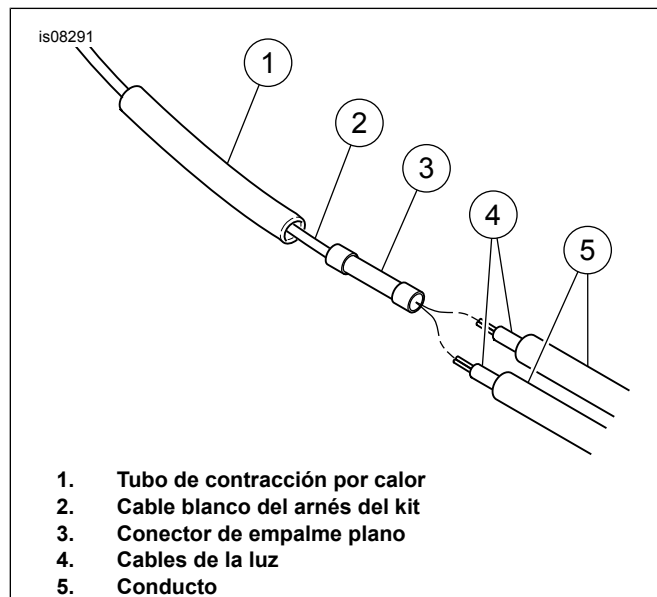

Figura 9. Conexión de los cables de la luz al arnés del kit
20. Vea Figura 9 y el Manual de servicio. Deslice el tubo de contracción por calor (1) sobre el cable blanco del arnés del kit (2) y engarce el conector eléctrico (3) al cable con una herramienta para engarzar (H-D 38125-8).
21. Lleve ambos cables de la luz (4) al conector. Recorte los cables, permitiendo que aproximadamente 25 mm (1 pulg.) del cable se extienda pasado del conector de empalme plano. Corte el conducto (5) aproximadamente a 38 mm (1-1/2 pulg.) del extremo del cable.
23. Inserte los extremos de ambos cables de la luz (4) dentro del conector eléctrico (3) y engarce los cables al conector con la herramienta para engarzar.